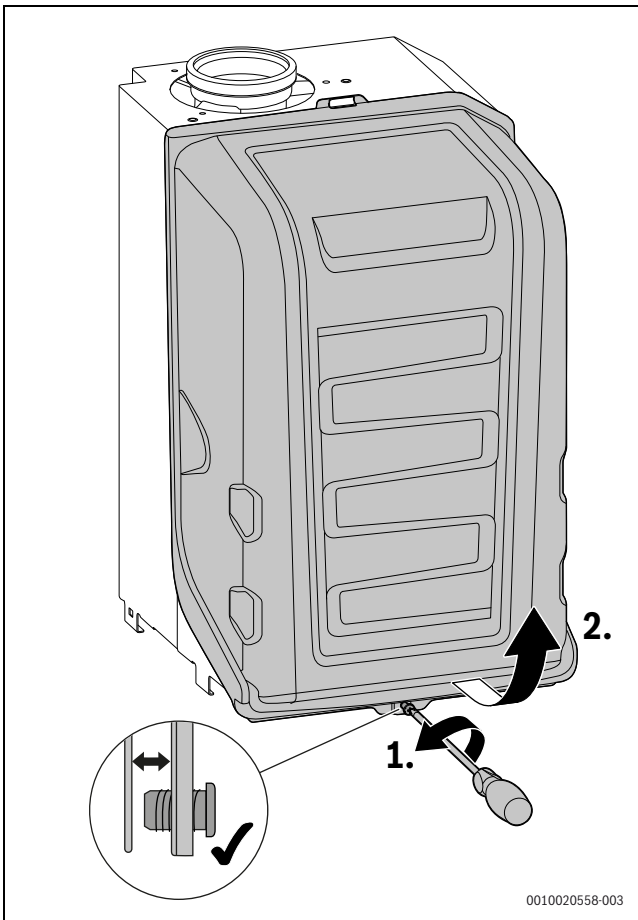

Bild 114 Brennerhaube abnehmen
- ▶ Brennerhaube abnehmen (→ Bild 114, Seite 63).